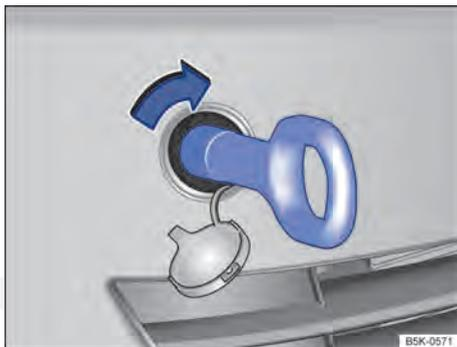

Fig. 229 No para-choque dianteiro à direita: rosquear a argola de reboque.
O alojamento para a argola de reboque rosqueável está localizado à direita do para-choque dianteiro, atrás de uma cobertura ⇒ Fig. 229.
- Girar a argola de reboque tão firmemente quanto possível **sentido horário** na fixação ⇒ Fig. 229 ⇒ . Utilizar um objeto apropriado com o qual a argola de reboque possa ser rosqueada totalmente e com firmeza no alojamento.